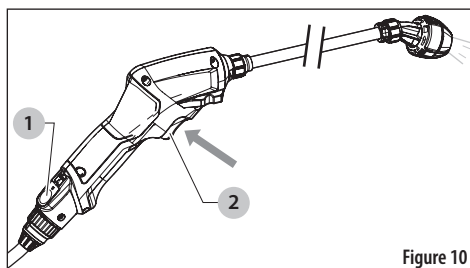

Figure 10
1. Poussez le bouton d'alimentation (1) en position « ON » (Marche). Le voyant au-dessus du bouton s'allume. Voir Figure 10.
2. Orientez pulvérisateur de lance électrique dans la direction de pulvérisation souhaitée et appuyez sur la détente (2).
3. Pour éteindre pulvérisateur de lance électrique, poussez le bouton d'alimentation (1) en position « OFF » (Arrêt). Le voyant au-dessus du bouton s'éteint.